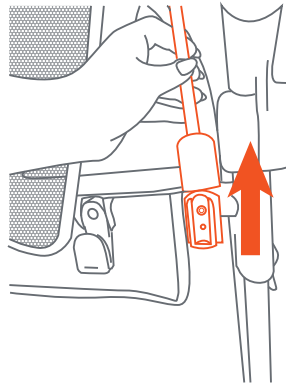

Fig. 8d
- **To remove the canopy:** Pull the canopy rod up to remove from the plastic tab (Fig. 8d).
- **Para quitar la capota:** Tire de la varilla de la capota hacia arriba para quitarla de la pestaña de plástico (Fig. 8d).